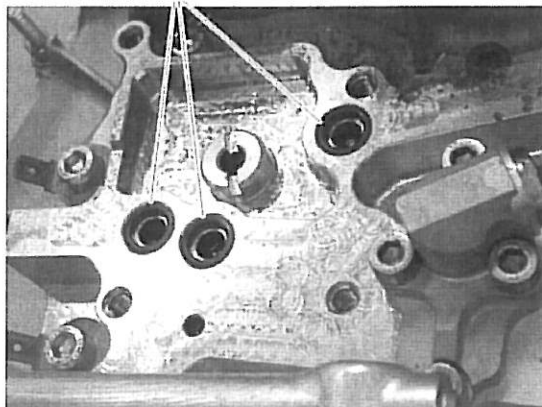

Bild 4
4. Die drei O-Ringe auf der Basisplatte sehr vorsichtig entfernen und entsorgen. Siehe Bild 4.